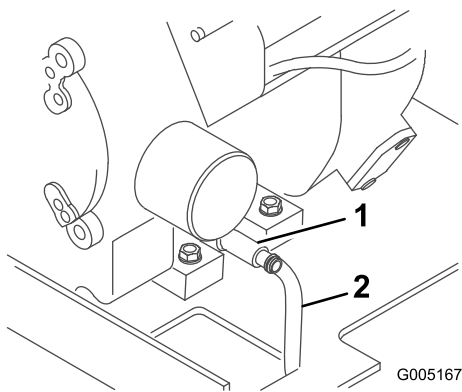

Figure 21
- Raccordez une extrémité de flexible au robinet de vidange et placez l'autre dans un bac (Figure 21).
5. Ouvrez le robinet de vidange d'huile en le tournant vers la gauche tout en le tirant (Figure 21).